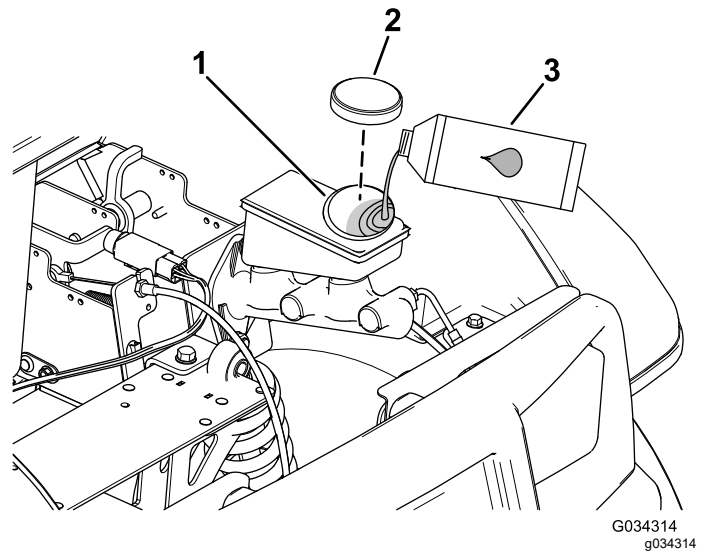

Figure 56
2. Soulevez le capot pour accéder au maître-cylindre de frein et au réservoir (Figure 56).
- A. Nettoyez la surface autour du bouchon du réservoir et enlevez le bouchon (Figure 56).
- C. Remettez le bouchon du réservoir (Figure 56).